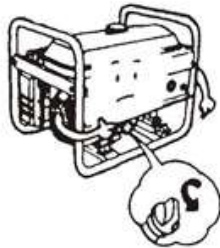

Рис. 9
3.1.1 Відкрутити ковпачок масляного патрубку та почистити масляний щуп чистою серветкою (Рис. 9).